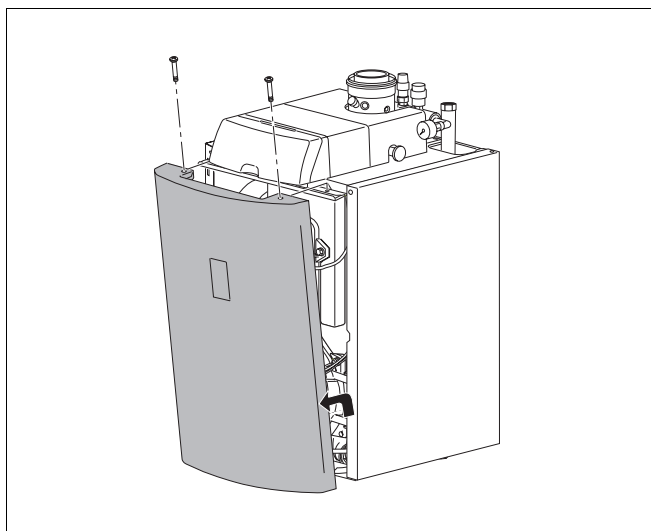

Fig. 15 Rimuovere il pannello frontale della caldaia
- Allentare le due viti di sicurezza e rimuovere il pannello anteriore della caldaia (fig. 15).